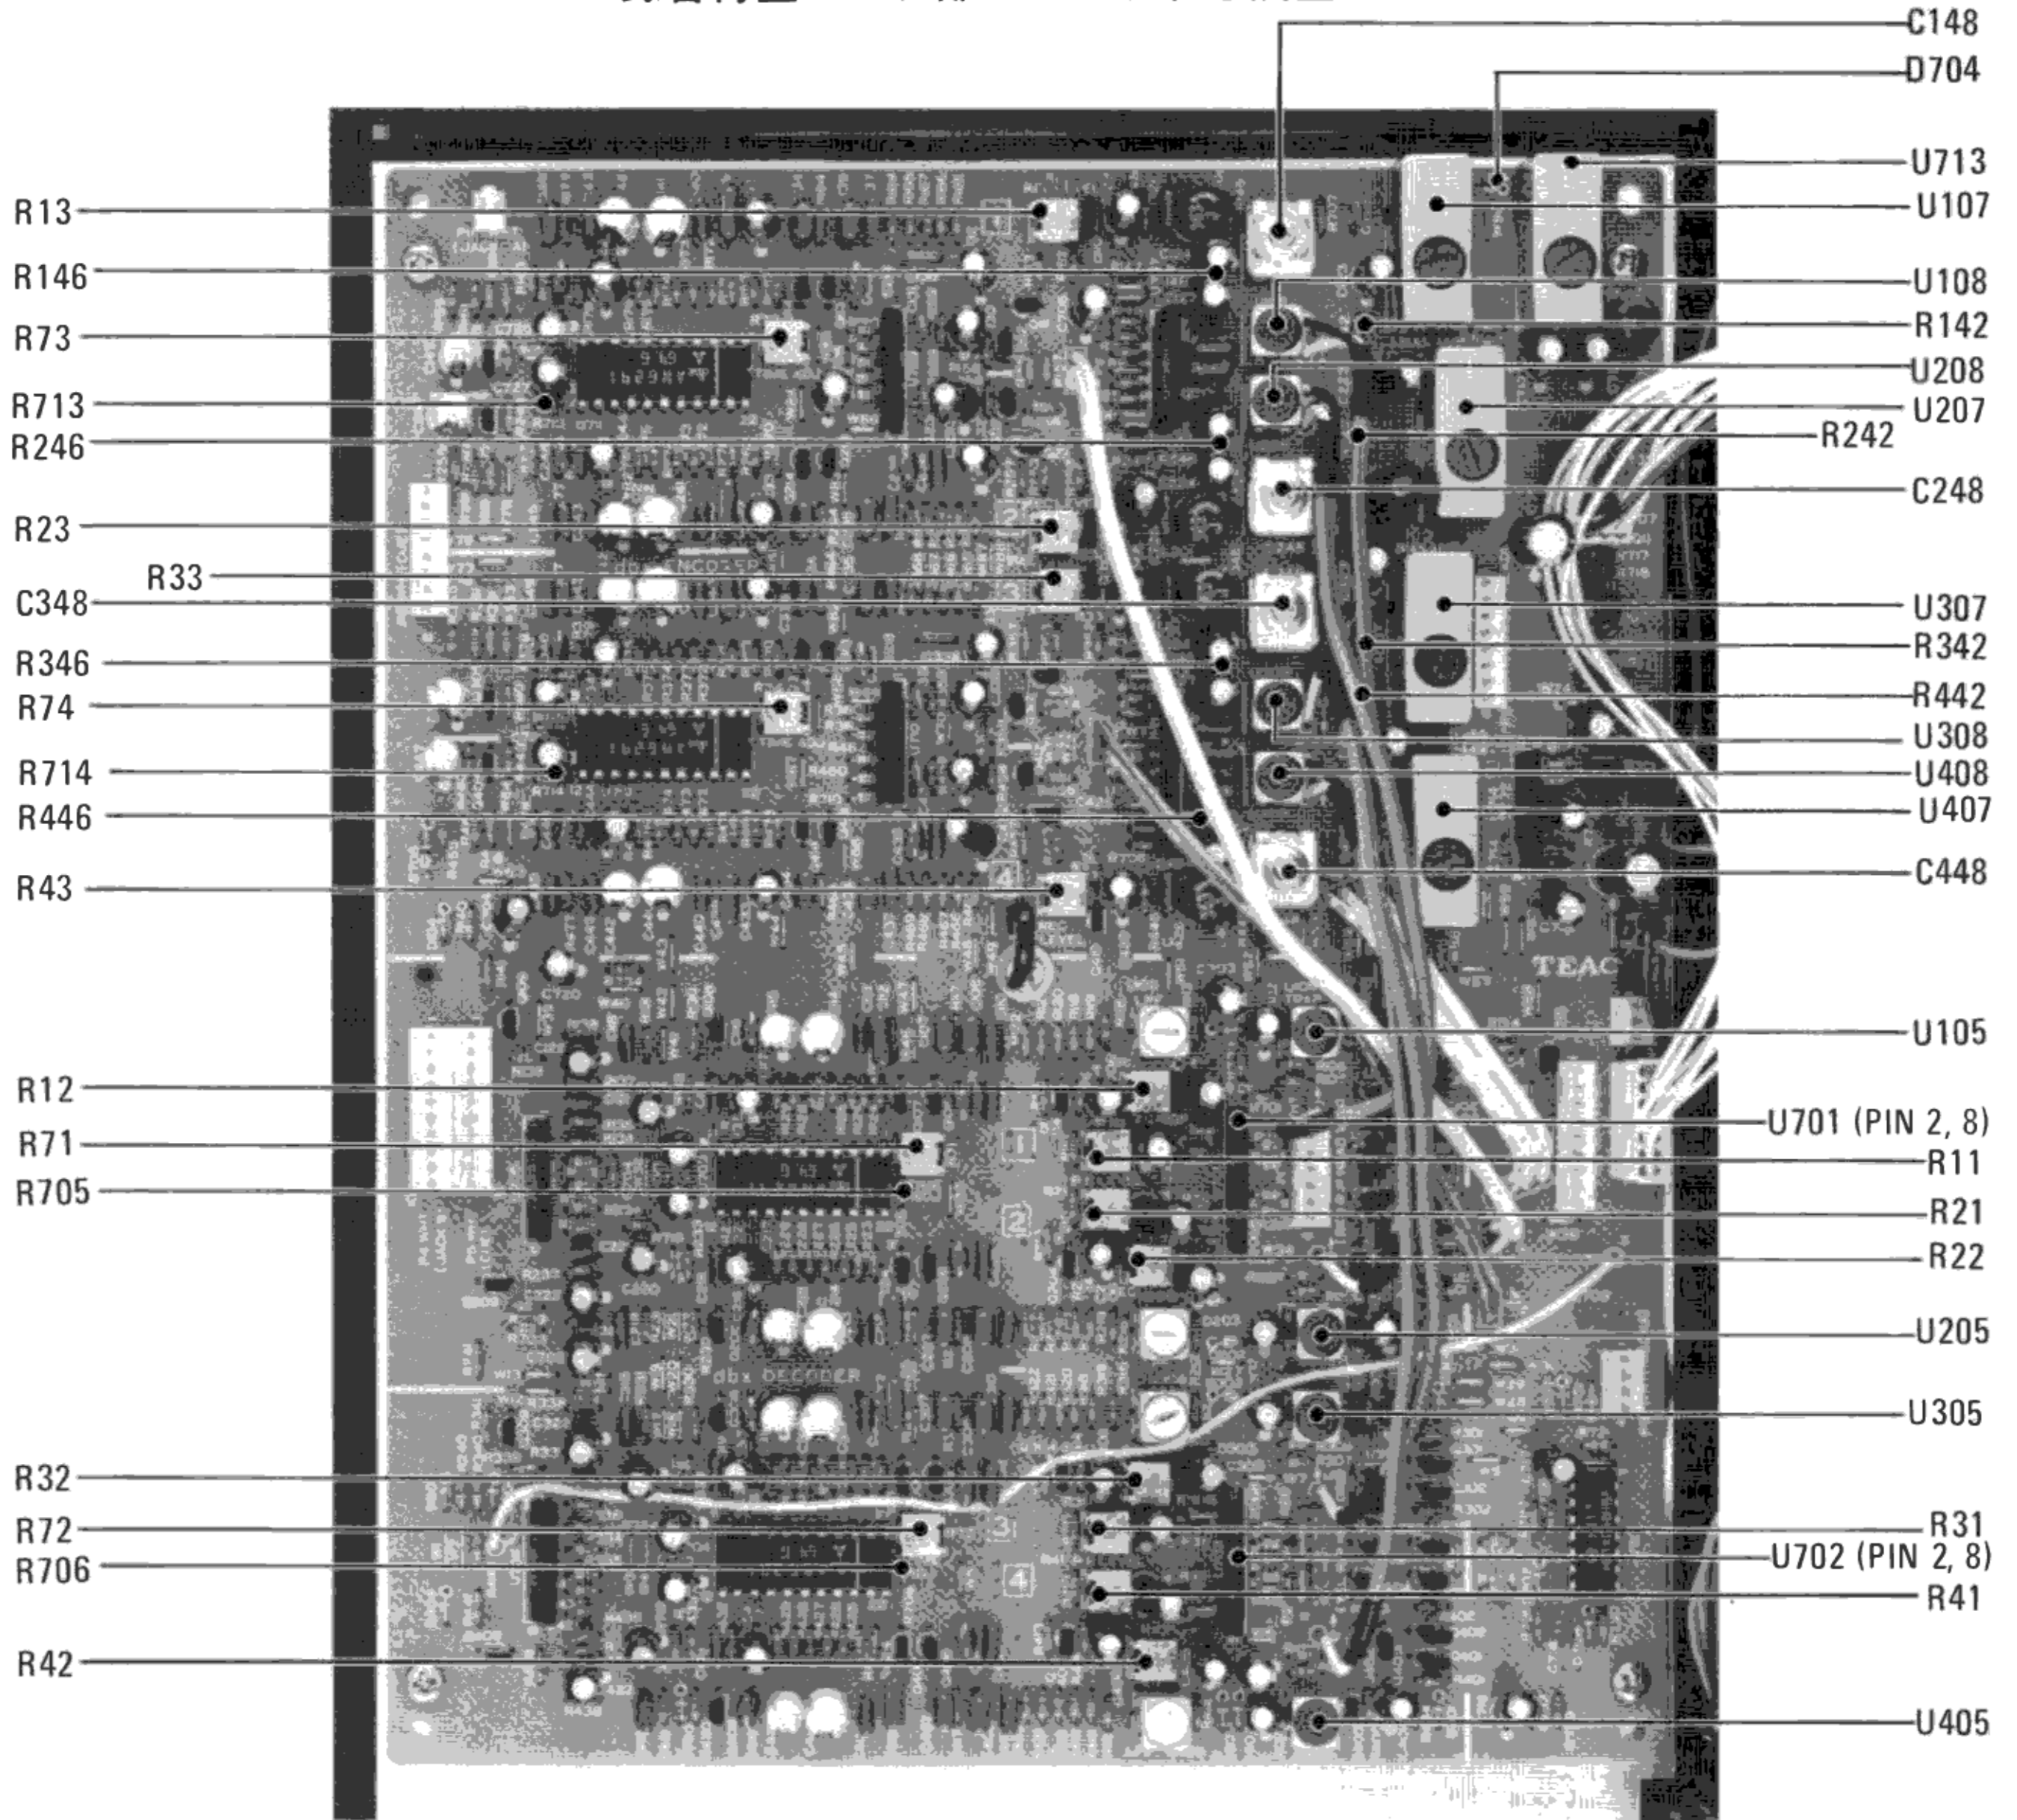

Fig. 9-1 R/P PCB Ass'y
2. Place the DBX switch in OUT position and playback a test tape MTT-150, 400 Hz, and adjust the trim pot R11 Fig. 9-1 for -7 dB (447mV) reading on the level meter.
2. DBXスイッチをOUTにしてテストテープMTT-150の400Hzを再生します。そして出力レベルが-7dBV (447mV) になるように半固定抵抗R11 (図9-1) を調整します。